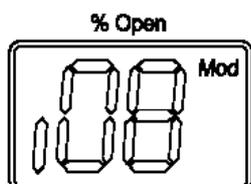

Рис. 4
- для входа в список параметров, для чего нажмите и удерживайте в течение 2 секунд эту кнопку. На дисплее появится один из параметров (в данном случае параметр j08 на рис. 4),